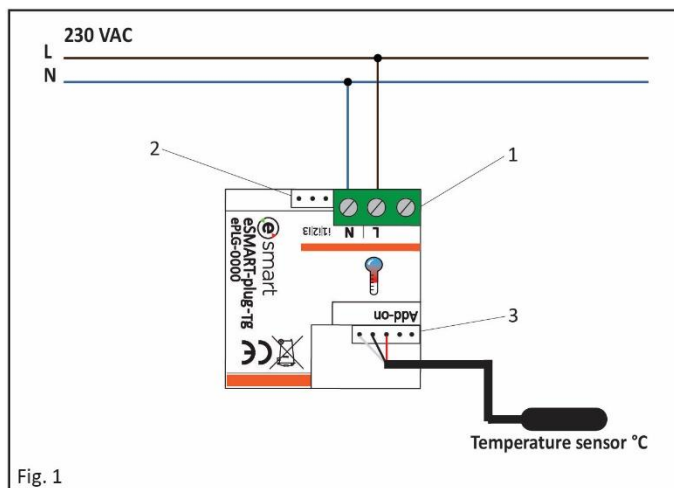

Fig. 1
L'eSMART-plug est composé de 3 bornes à visser (1, Fig.1), 1 connecteur d'entrée (2, Fig.1) et 1 connecteur d'extension (3, Fig.1). L'eSMART-plug se raccorde sur le réseau électrique 230 V AC/50 Hz.
- Raccordez l'alimentation 230 V AC (1, Fig.1) sur les bornes L et N. Respectivement, la Phase sur la borne L et le Neutre sur la borne N, comme indiqué sur le schéma.
- Connectez la sonde de température (3, Fig.1) sur le connecteur prévu à cet effet.
Das eSMART-plug hat 3 Schraubklemmen (1, Abb. 1), 1 Eingangsanschluss (2, Abb. 1) und 1 Erweiterungsanschluss (3, Abb. 1). Das eSMART-plug wird an das Stromnetz 230 V AC/50 Hz angeschlossen.
- Schließen Sie die Stromversorgung 230 V AC (1, Abb. 1) an die L- und N-Klemmen an, nämlich Phase an Klemme L und Neutral an Klemme N, wie in der Abbildung dargestellt.
- Schließen Sie den Temperatursensor (3, Abb. 1) an den hierfür vorgesehenen Anschluss an.
The eSMART-plug has 3 screw terminals (1, Fig. 1), 1 input connector (2, Fig. 1), and 1 expansion connector (3, Fig. 1). The eSMART-plug is to be connected to the 230 V AC/50 Hz mains.
- Connect the power supply 230 V AC (1, Fig. 1) to the L and N terminals, namely Phase to terminal L and Neutral to terminal N, as shown in the illustration.
- Connect the temperature sensor (3, Fig. 1) to the connector provided for that purpose.